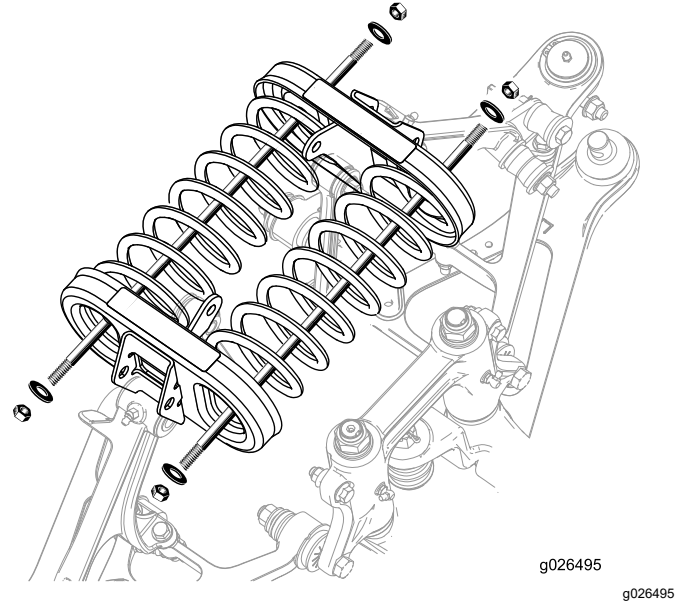

図 19
3. ロッドの両端部それぞれにワッシャとナットを取り付ける 図 19。
4. スプリングを固定するために、各ロッドにつき1個のナットを締める 図 19。